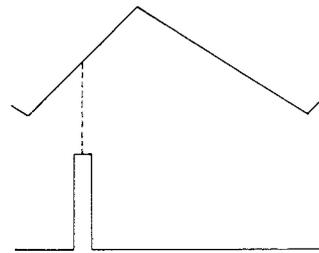

Fig. 20
- Stelle R15 so ein, dass der Impuls genau in die Mitte der positiven sägezahnförmigen Flanke (Abb. 20).